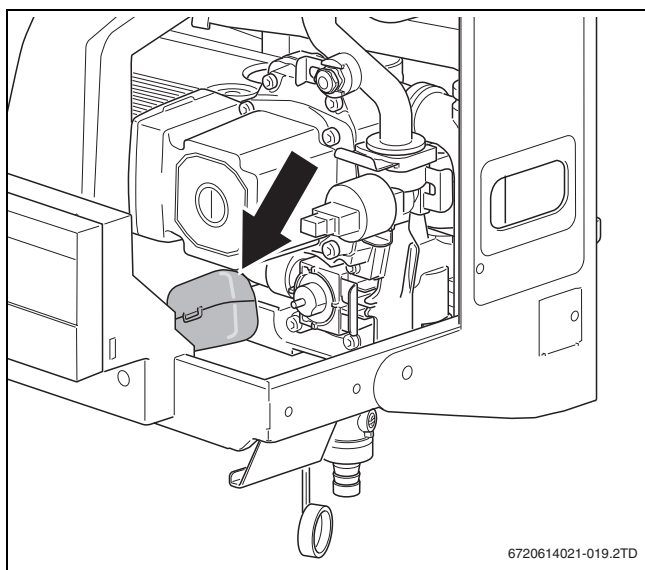

Bild 18 Zirkulationspumpe anschließen
- Kabel der Zirkulationspumpe im Modul anschließen (→ Bild 18).